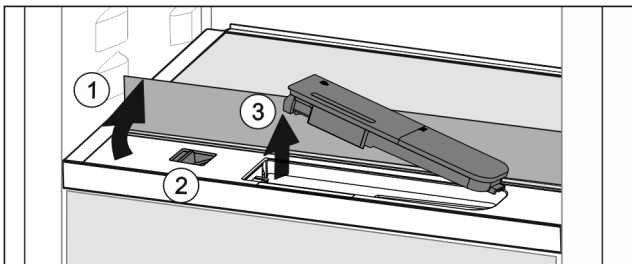

Fig. 119
- ▶ Поднять стеклянную панель и откинуть до упора назад Fig. 119 (1).
- ▶ Сдвиньте ползунок Fig. 119 (2) влево.
- ▶ Вынуть бак для воды Fig. 119 (3).